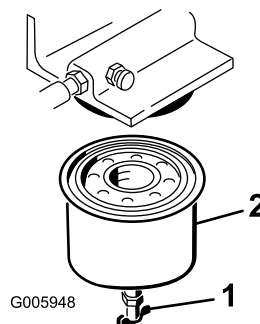

Bild 32
4. Öffnen Sie das Abflussventil (Bild 32) und lassen Sie den Kraftstoff aus dem Kraftstofffilter in einen geeigneten Behälter ablaufen; entsorgen Sie ihn vorschriftsmäßig.
5. Entfernen Sie den Kraftstofffilter mit einem Filter-Schraubenschlüssel (Bild 32).